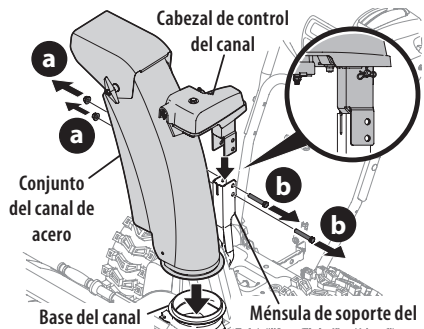

Figura 27
1. Extraiga las tuercas de seguridad (a) y los tornillos hexagonales (b) de la ménsula de soporte del canal (para lo que se requerirán dos llaves) (Figura 27).
- Ubique el conjunto del canal sobre la base del canal y el cabezal de control del canal sobre la ménsula de soporte del canal (Figura 27).